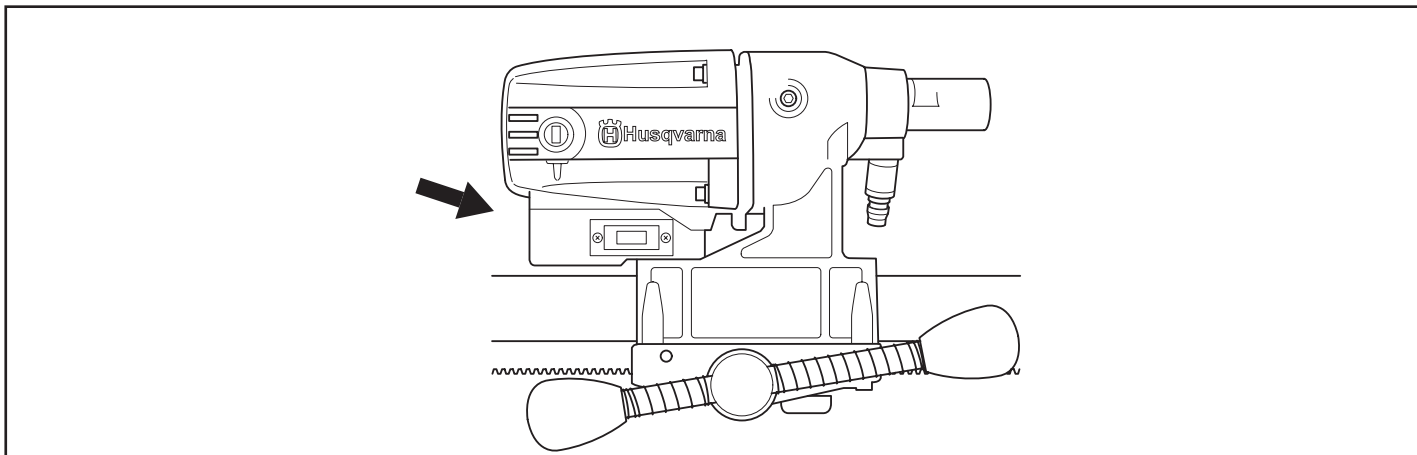
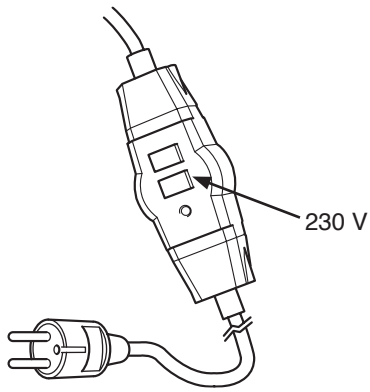
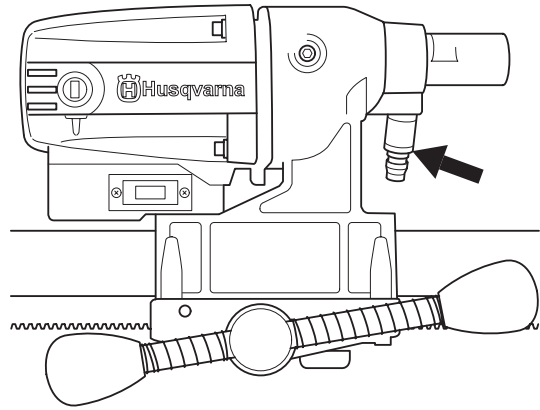

Fig. 6
Fig. 7
Fig. 8
- (S)** • Anslutningen är gjord i ett skyddsjordat uttag (Fig. 7) där nätspänningen stämmer överens med den som är angiven på skylten på på sidan av maskinen (Fig. 6). Vattenkyllningen är påkopplad på maskinen (Fig. 8).
- (DK)** • At maskinen er sluttet til en stikkontakt med jordforbindelse (Fig. 7), hvor netspændingen svarer til den, der er angivet på skiltet nederst på maskinen (Fig. 6).
- At vandkølingen er sluttet til maskinen (Fig. 8).
- (N)** • Tilkoplingen er gjort i et jordet uttak (Fig. 7) der nettspenningen stemmer overens med den som er angitt på skiltet på siden av maskinen (Fig. 6).
- Vannavkjølingen er koplet på maskinen (Fig. 8).